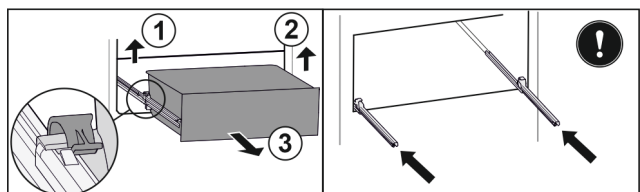

Fig. 163
- Soulever la bride gauche et tirer dans le même temps la partie gauche du tiroir vers l'avant. Fig. 163 (1)
- Soulever la bride droite et tirer dans le même temps la partie droite du tiroir vers l'avant. Fig. 163 (2)
- Retirer le tiroir par l'avant. *Fig. 163 (3)*